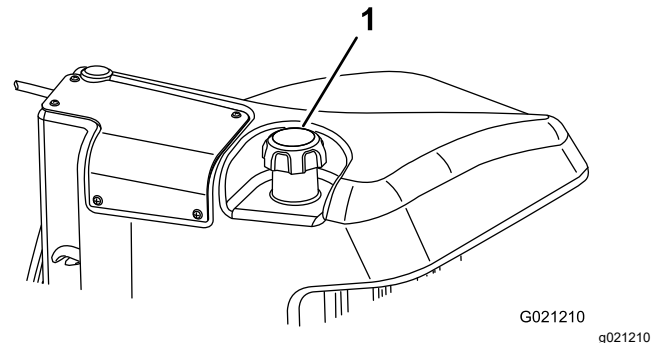

Bild 46
3. Nehmen Sie den Deckel vom Kraftstofftank ab (Bild 46).